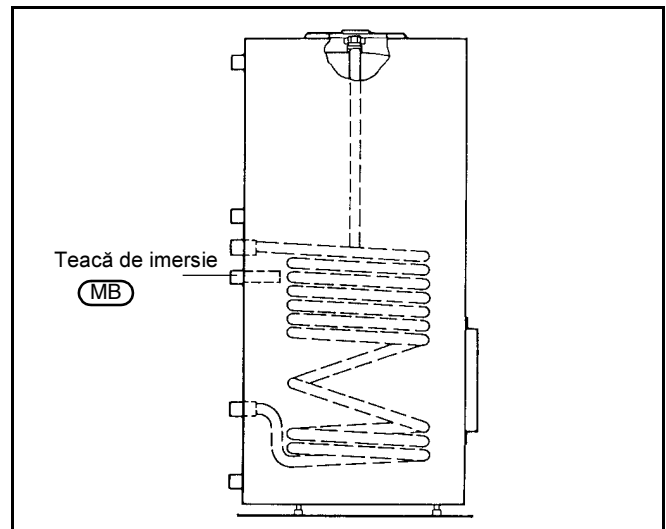

Fig. 8 Schemă de principiu
- Senzorul cu teacă de imersie se montează în spatele boilerului (Fig. 8).